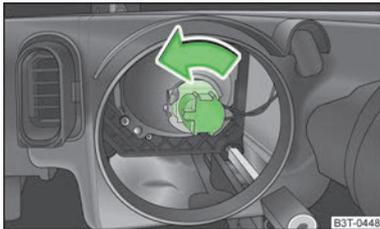

Abb. 187 Glühlampe für Abblendlicht ausbauen
- › Den Stecker mit der Glühlampe bis zum Anschlag **entgegen dem Uhrzeigersinn** drehen und herausnehmen » Abb. 187.